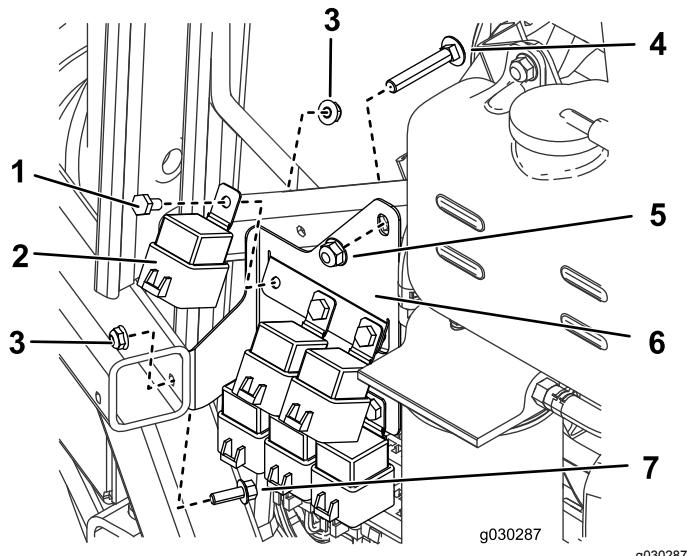

Figura 21
1. Sul lato destro della macchina, montate 6 relè sulla staffa del relè utilizzando 6 bulloni ($\frac{1}{4}$ " x $\frac{1}{2}$ ") e 6 dadi ($\frac{1}{4}$ ") come mostrato nella Figura 21.
3. Utilizzando un bullone ($\frac{1}{4}$ " x $\frac{3}{4}$ "), un dado ($\frac{1}{4}$ ") e il bullone e il dado appena rimossi, montate la staffa del relè sulla macchina (Figura 21).